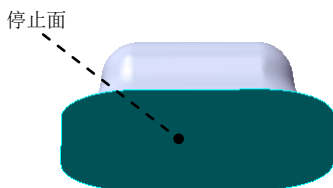

图 10.14 成形工具特征
(3) 定义切除深度属性。采用系统默认的切除深度方向；在 **方向 1** 区域的  下拉列表中选择 **两侧对称** 选项，在  文本框中输入深度值 10。
(4) 单击  按钮，完成切除一拉伸 1 的创建。
Step8. 创建图 10.14 所示的零件特征——成形工具。
(1) 选择命令。选择下拉菜单 **插入(I)** → **钣金(B)** →  **成形工具** 命令。
(2) 定义成形工具属性。定义停止面属性。激活“成形工具特征”对话框的 **停止面** 区域，选中图 10.14 所示的“停止面”。
(3) 单击  按钮，完成成形工具 1 的创建。